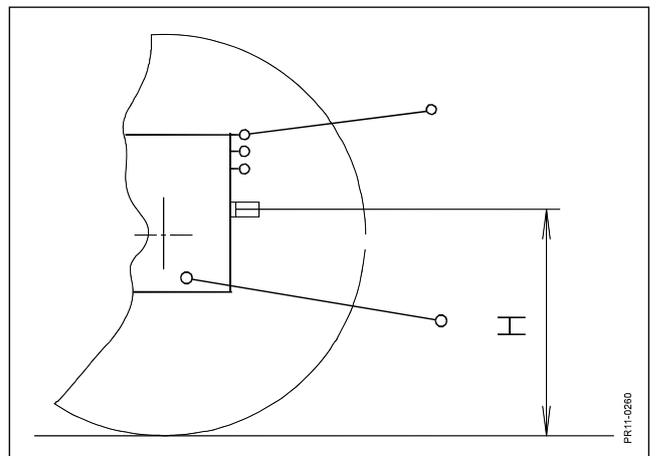

Fig. 2-6
- Fig. 2-6 1) Mesurer la hauteur **H** entre l'axe de l'arbre prise de force et le sol.